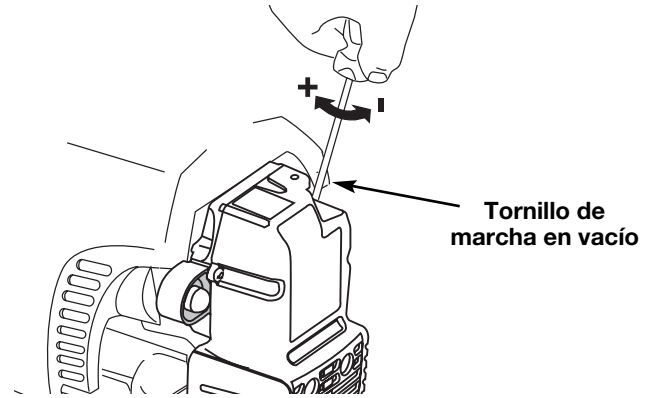

Fig. 22
La velocidad lenta del motor puede ser ajustada por la cubierta del silenciador / filtro de aire (Fig. 22).
2. Mueva el control del regulador y deje que el motor funcione en mínima. Si el motor se para, inserte un destornillador pequeño Phillips en el orificio de la cubierta del filtro de aire / silenciador (Fig. 22). Gire el regulador de velocidad mínima hacia dentro en sentido horario 1/8 de vuelta por vez (según sea necesario) hasta que el motor funcione en velocidad mínima en forma continua.